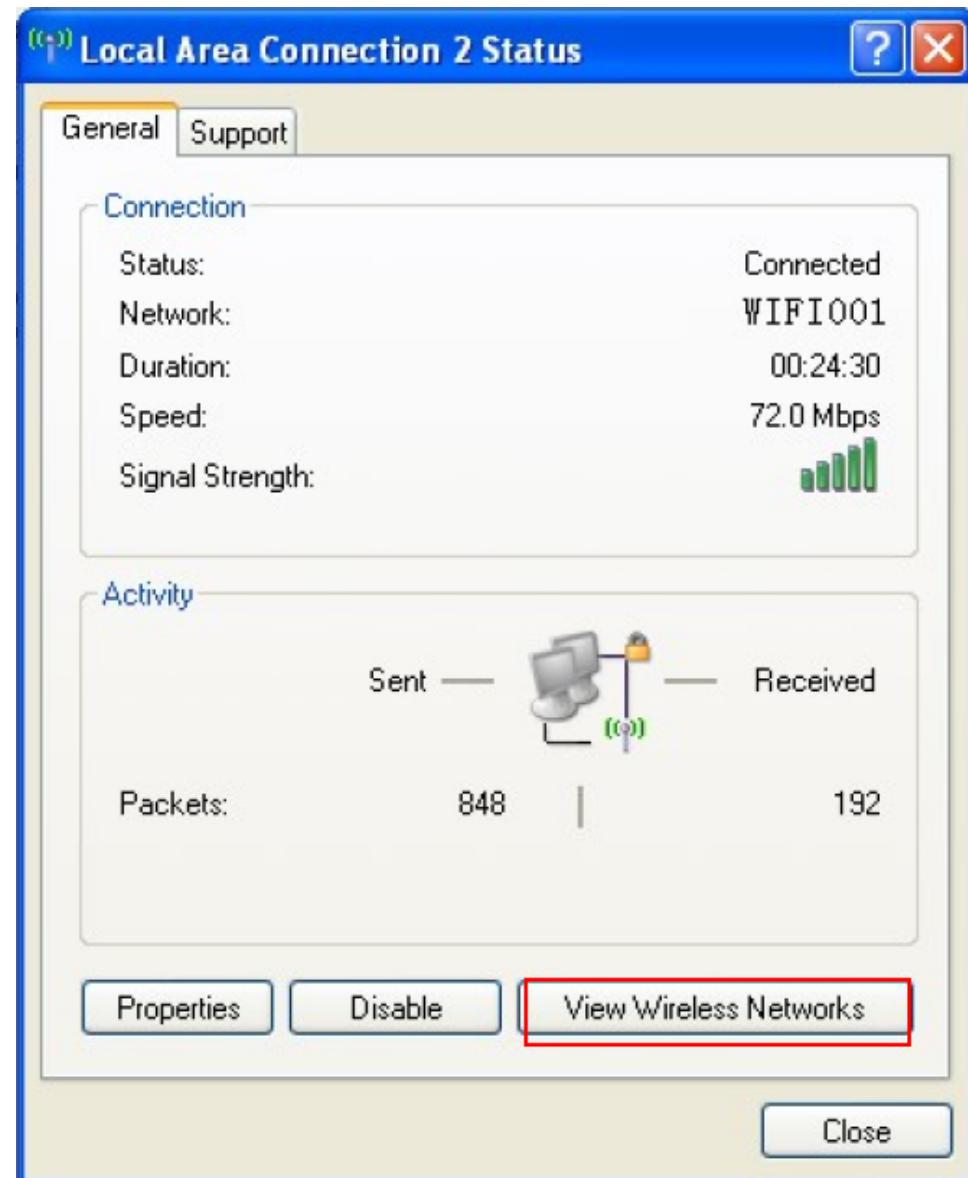
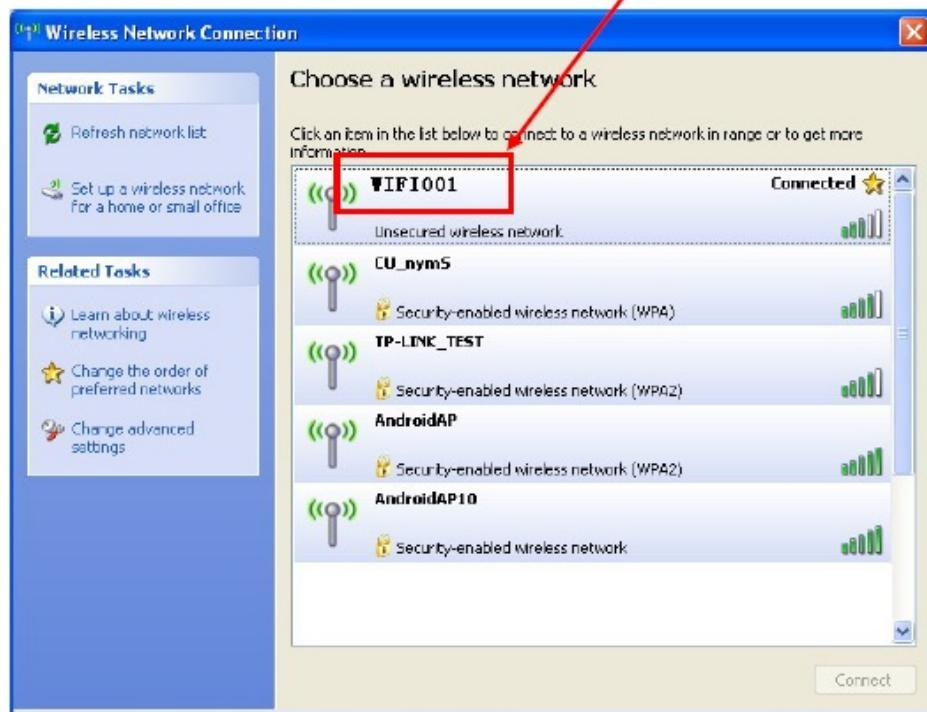

Figura 13
Figura 14
- ⑥ Cierre la ventana actual, aparecerá la caja de dialogo “Local Area Connection 2 Status” de acuerdo con la operación del paso ①, haga clic en “View Wireless Networks” (como se muestra en la Figura 13). Cuando aparezca la ventana “Wireless Network Connection” Haga doble clic en el punto de acceso actual y la conexión será deshabilitada (como se muestra en la Figura 14).